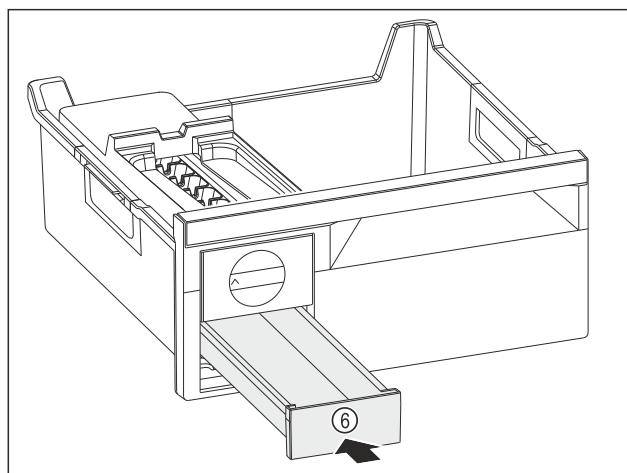

Fig. 83
- Вдвиньте выдвижной ящик для кубиков льда Fig. 83 (6).